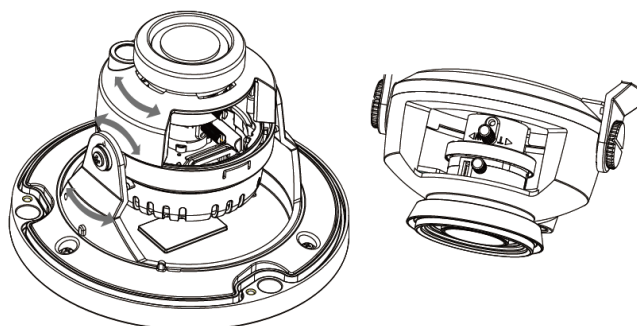

Рисунок 4
2.7 С помощью рычага изменения фокусного расстояния - выберите наиболее подходящий ракурс изображения. Настройте резкость, используя рычаг настройки резкости. С помощью отвертки затяните винты рычагов изменения фокусного расстояния и настройки резкости (рис.4).